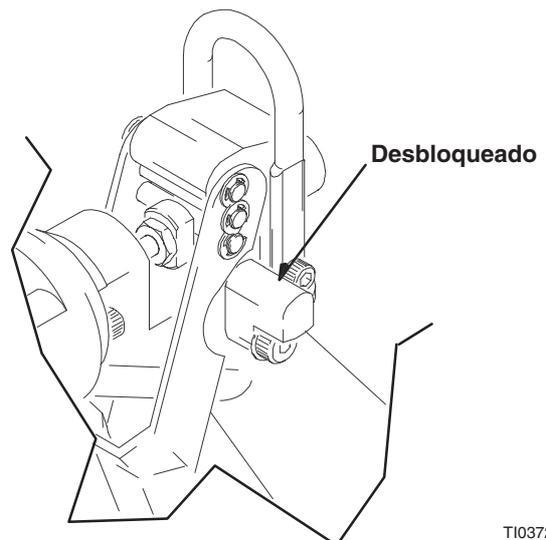

Fig. 4
3. Mantenga una parte metálica de la pistola firmemente contra el lado de un recipiente de metal. Desbloquee el seguro del gatillo de la pistola girándolo hacia arriba (Fig. 4). Dispare la pistola para liberar la presión de fluido.
Para desbloquear el seguro del gatillo de la pistola, gírelo hacia arriba como se observa en la Fig. 4.